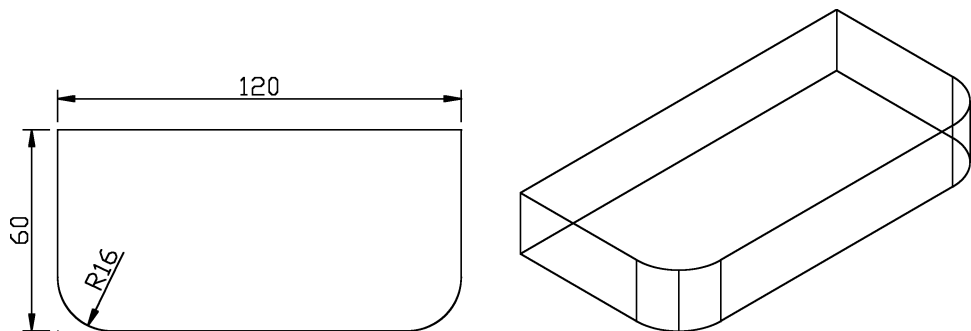

图 9-21 绘制长方体
2) 在功能区单击“常用”选项卡→“建模”面板→“长方体”按钮  长方体, 在俯视图绘制一个 $120 \times 60 \times 20$ 的长方体, 再利用“圆角”命令对其左下角和右下角进行圆角处理, 圆角半径设为 16, 如图 9-21 所示。